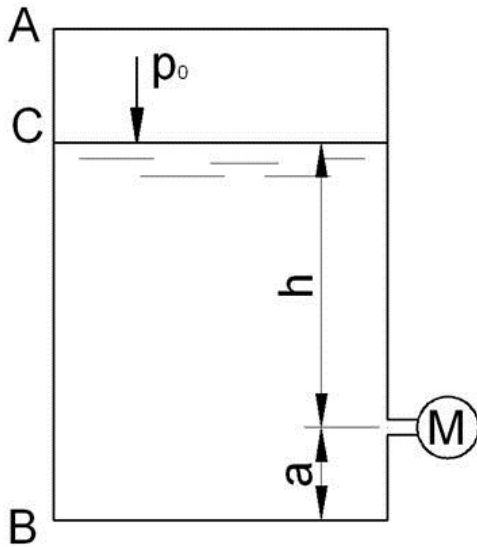

Рис. 1. Закрытый резервуар
2. Закрытый резервуар (рис.1) заполнен жидкостью. Заданы плотность жидкости ρ , избыточное гидростатическое давление на поверхности p_0 , а также размеры « a » и « h ».